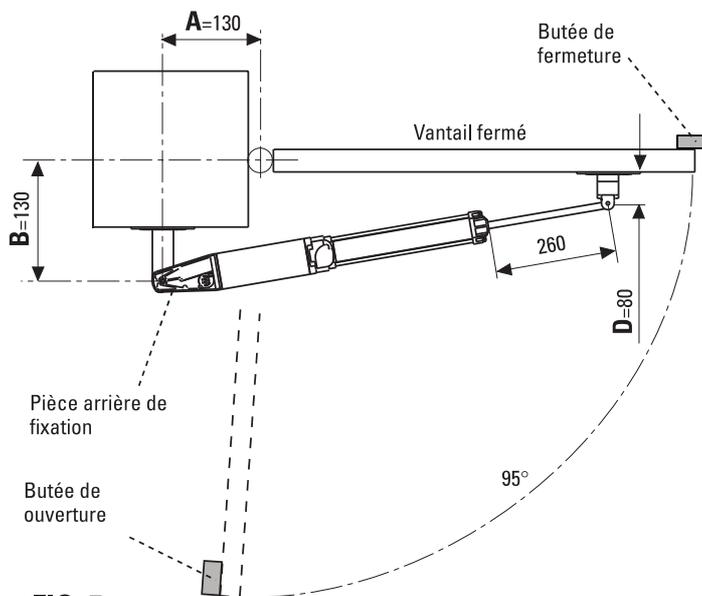
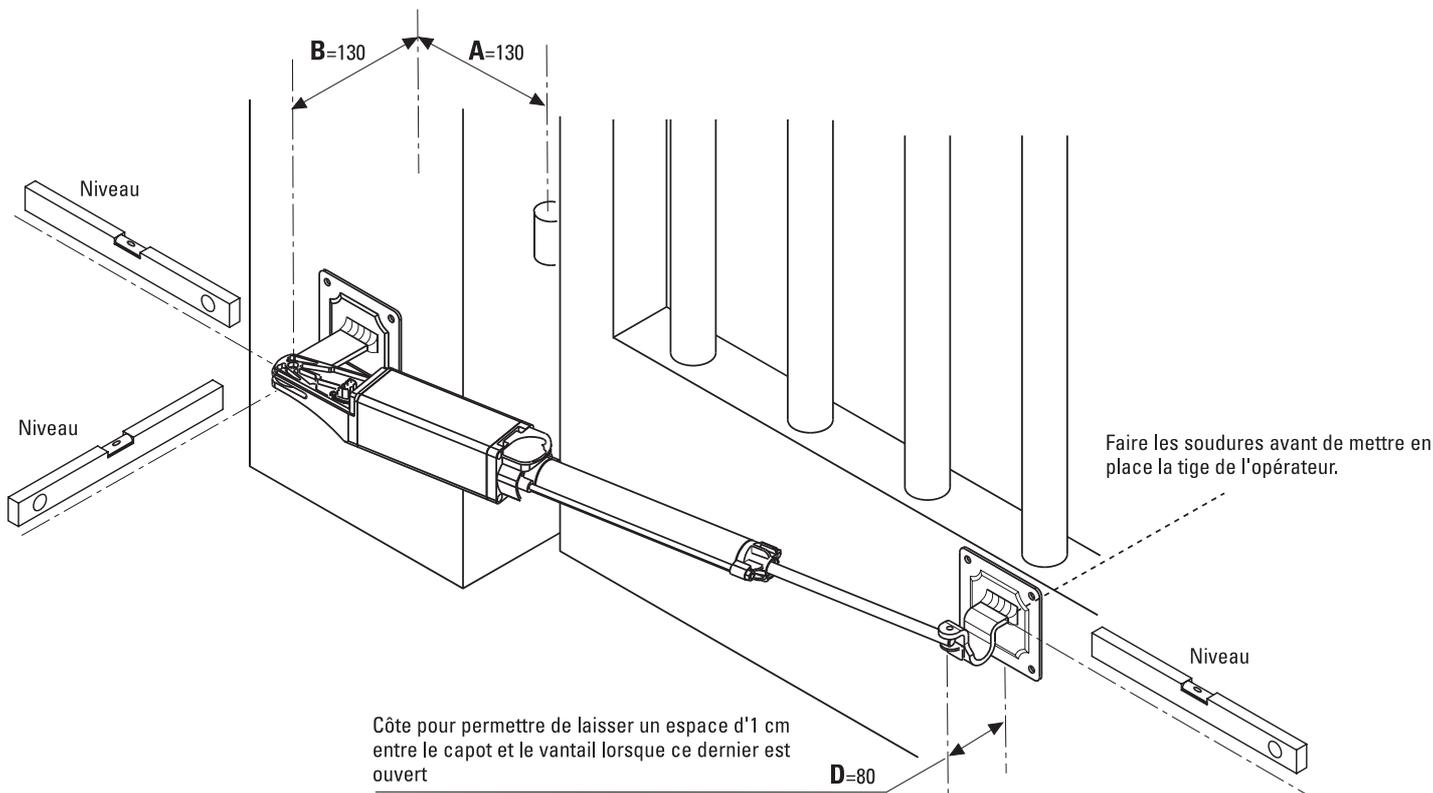

FIG. 5
FIG. 6
IMPORTANT: Il est nécessaire de fixer au sol les Butées d'Arrêt en ouverture et fermeture (voir Fig.5 page 3 et Fig.7 page 4 détail 5-15) avant d'installer l'automatisme.
- Il faut utiliser une **contre-plaque de fixation** (Fig.6) pour souder la **Plaque percée**, lorsque si elle doit être scellée au mur il faut appliquer des chevilles en respectant les côtes A et B décrites en Fig.5 (ces côtes font référence exclusivement à l'axe de rotation du vantail)